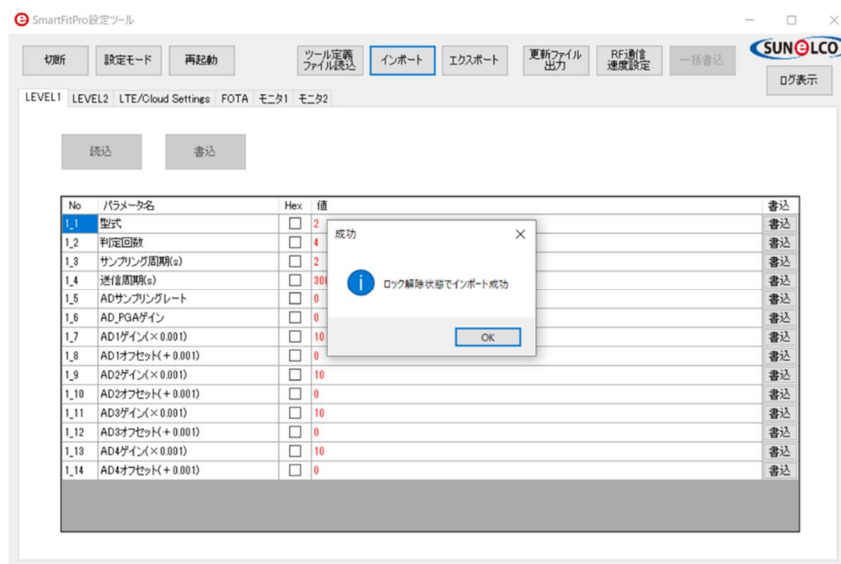

図 2-5：インポート成功画面
5) csv ファイルを読み込みますと図 2-5 のポップアップが表示されますので「いいえ」を選択ください。